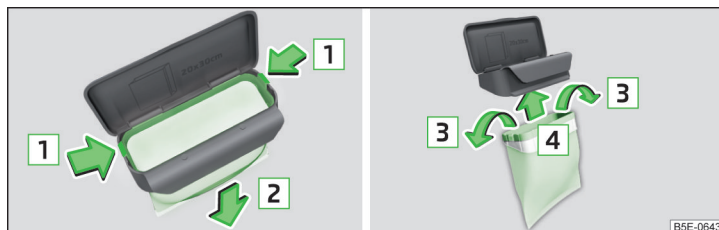

Fig. 105 Înlocuirea pungii
- ▶ Comprimați ambele elemente de fixare de pe cadru în sensul săgeții **1** » fig. 105.